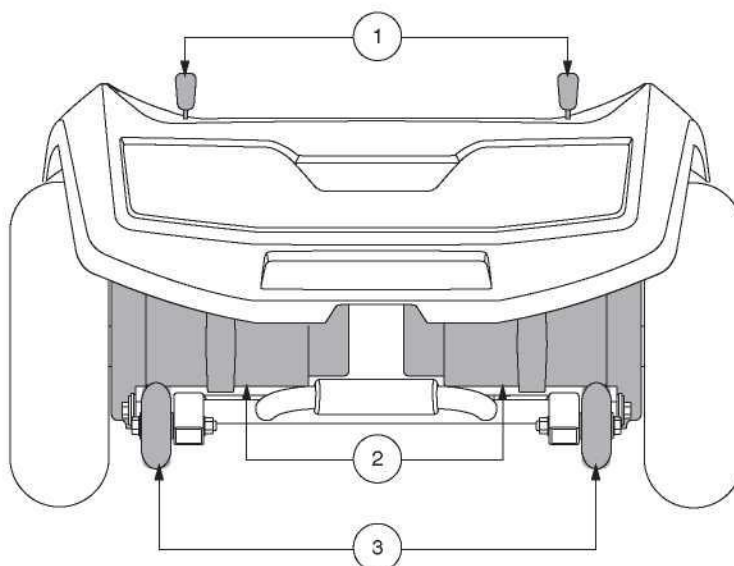
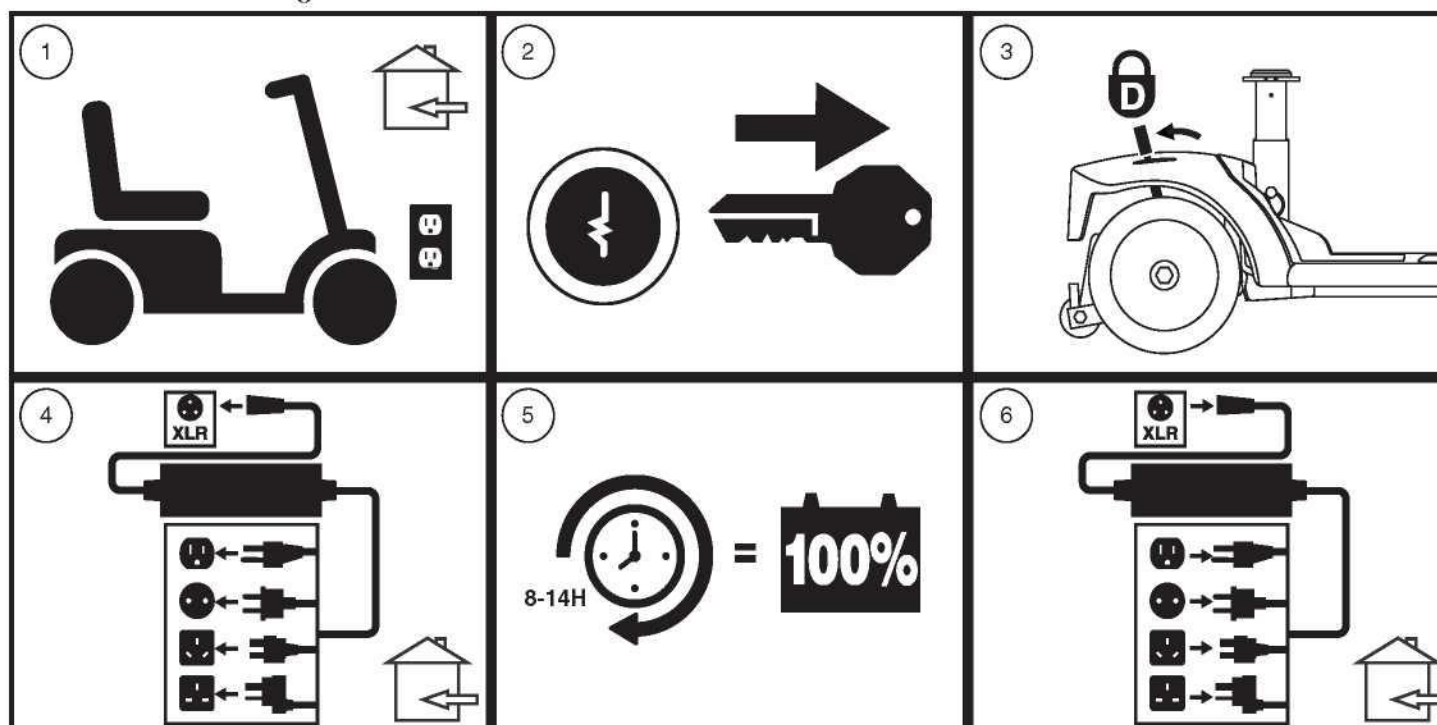

Figure 7. Section arrière - 710ZT
Figure 12. Recharge des batteries schéma des procédures
Votre Scooter est équipé de deux leviers d'embrayage manuel « pour passer au neutre » un sur chaque moteur. Ces leviers vous permettent de débrayer les moteurs de la boîte de vitesse, afin de pouvoir manoeuvrer votre Scooter manuellement. **Voir la figure 7.**
1. Trouvez les leviers sur la section arrière de la Scooter. **Voir la figure 7.**
NOTE: Pour le modèle 710ZT, les leviers de roue libre manuels fonctionnent dans la direction opposée (voir figure 7); par conséquent, pour l'étape 3 de la figure 12, les leviers doivent être poussés vers l'avant pour engager le mode de conduite.